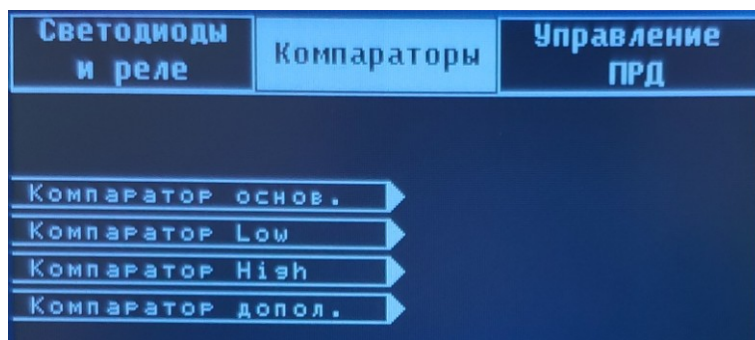

Рисунок 9.2.3.2 – Подраздел «Компараторы»
**Подраздел «Компараторы»** - предназначен для проверки уставок компараторов ПРМ при обслуживании ПРМД или при наладке ВЧ канала. Если сигнал на входе ПРМД превышает порог срабатывания компаратора, его сектор становится (засвечивается) «светлым» (см. рисунок 9.2.3.2).